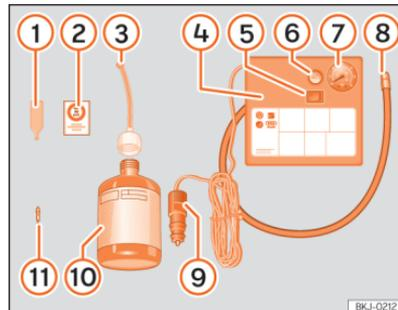

Abb. 194 Prinzipdarstellung: Bestandteile des Pannensets
Das Pannenset befindet sich im Gepäckraum unter dem Bodenbelag. Es besteht aus folgenden Bestandteilen »» (Abb. 194):
- Ventilkappe und Ventileinsatz vom Reifenventil abschrauben. Verwenden Sie den Ventileinsatzdreher »» [Abb. 194] ① zum Heraus-schrauben des Ventileinsatzes. Legen Sie den Ventileinsatz auf einem sauberen Untergrund ab.
- Reifenfüllflasche kräftig schütteln »» [Abb. 194] ⑩.
- Einfüllschlauch »» [Abb. 194] ③ auf die Reifenfüllflasche schrauben. Die Folie am Verschluss wird automatisch durchstoßen.
- Verschlussstopfen vom Einfüllschlauch »» [Abb. 194] ③ entfernen und das offene Schlauchende auf das Reifenventil schrauben.
- Ventileinsatz mit dem Ventileinsatzdreher »» [Abb. 194] ① wieder in das Reifenventil schrauben.
- Reifenfüllschlauch »» [Abb. 194] ⑧ des Luftkompressors fest auf das Reifenventil schrauben.
- Prüfen, ob die Luftablassschraube »» [Abb. 194] ⑥ zuge dreht ist.
- Kabelstecker »» [Abb. 194] ⑨ in eine 12-Volt-Steckdose des Fahrzeugs stecken »» S. 184.
- Luftkompressor mit dem EIN-/AUS-Schalter »» [Abb. 194] ⑤ einschalten.
- Kleben Sie den Aufkleber »» [Abb. 194] ② im Sichtfeld des Fahrers auf das Kombi-Instrument.
- »» (Abb. 194)  wieder an und lesen Sie den Reifenfülldruck an der Reifenfülldruckanzeige  ab.